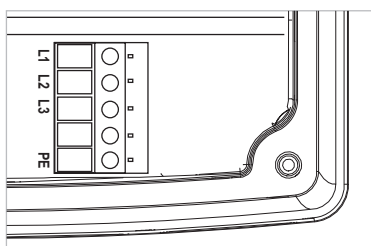

Fig. 21: Terminais de ligação à rede
- Terminais de ligação à rede (Fig. 21)